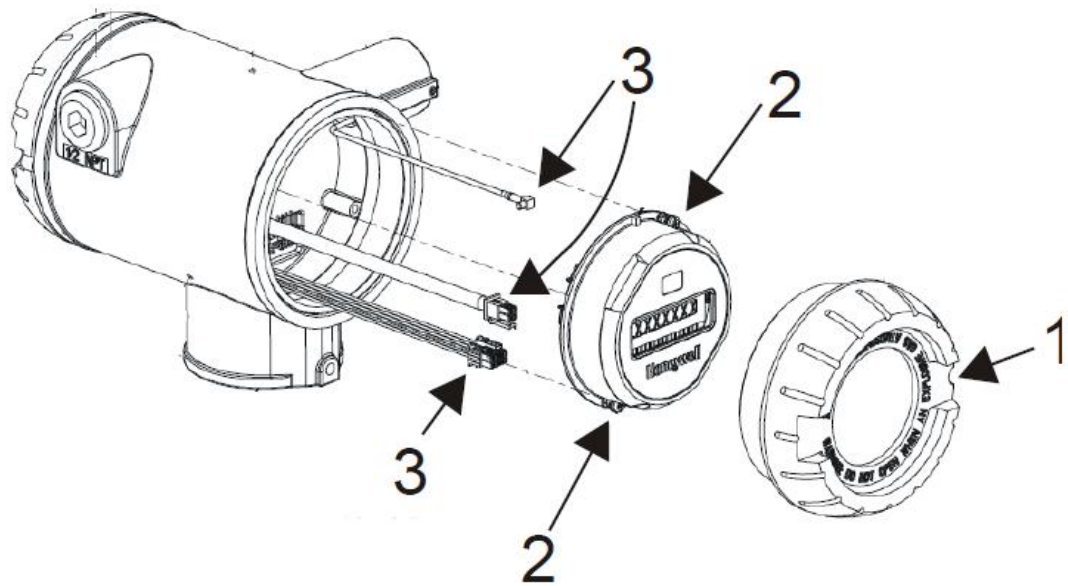

Figura 9 – Remoção e substituição do módulo do sensor
2	Soltar o parafuso de fechamento M3 da tampa da extremidade do visor. Ver item 1, na Figura 9. Desparafusar e remover a tampa da extremidade.
3	Soltar os dois parafusos do módulo do sensor. Ver itens 2, na Figura 9.
4	Desconectar cada conector no módulo do sensor. Ver itens 3, na Figura 9.